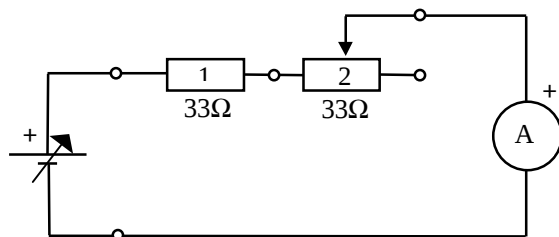

FIGURA 1.1 Montaje para medir la intensidad de la corriente en D.C.
1. Arme el circuito como lo indica la Figura 1.1 Utilice el multímetro analógico para medir corriente